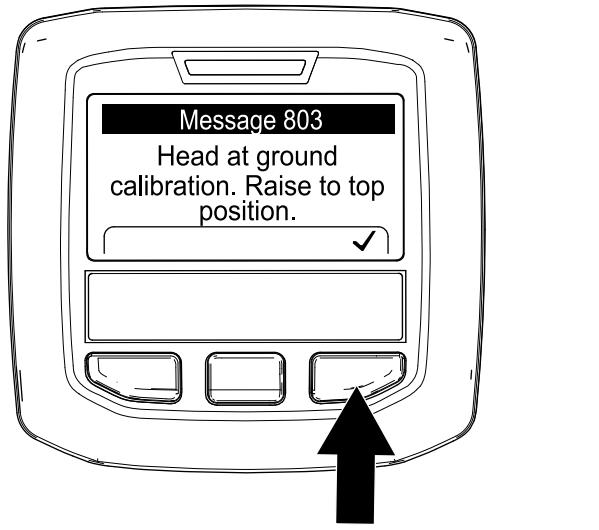

Figure 117
- Les louchets commencent à s'enfoncer dans le sol – appuyez sur le bouton droit de l'InfoCenter (Figure 117) et exécutez l'application Teach Ground Height (apprentissage de la hauteur par rapport au sol) ; voir Exécution de l'application d'apprentissage de la hauteur par rapport au sol \(page 38\).